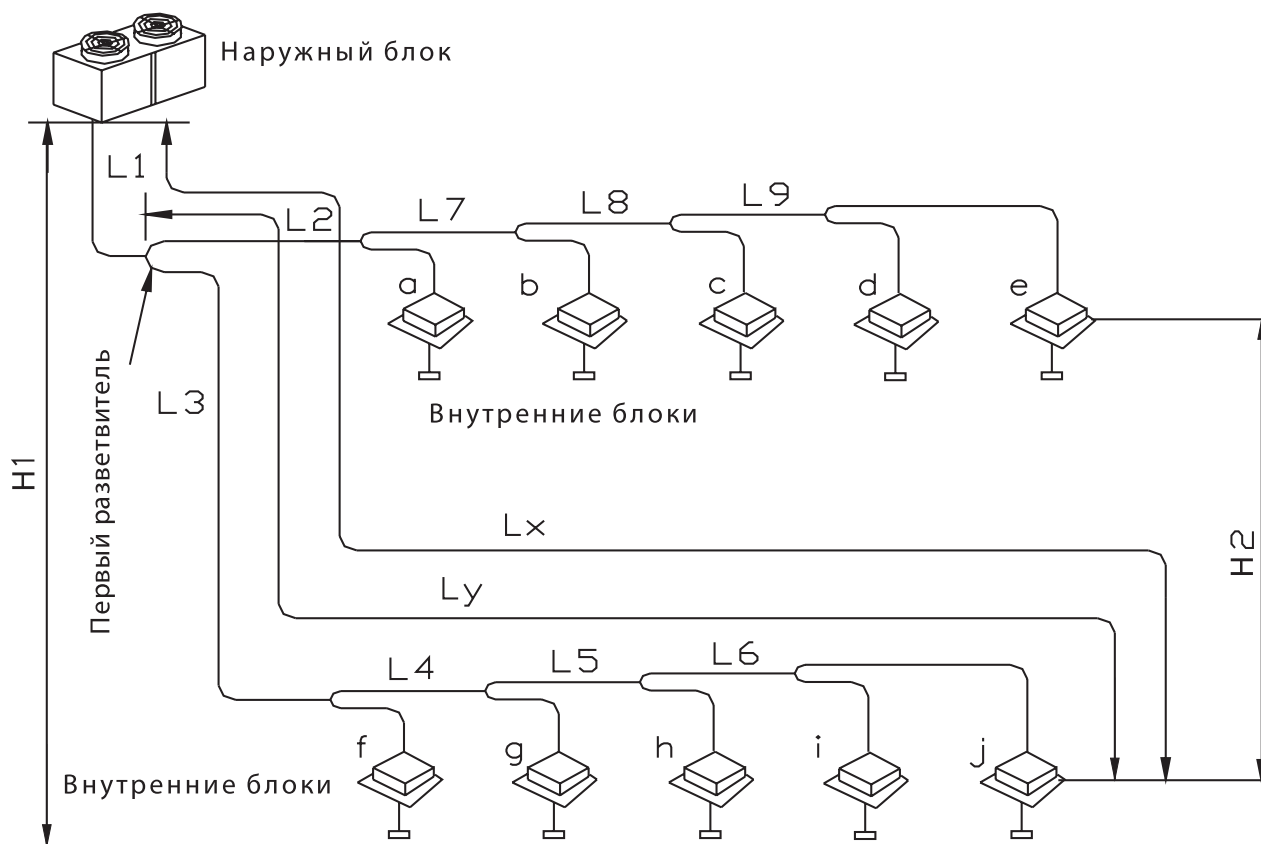

Рис. 6.1
6.1 Схема гидравлической трассы системы приведена на рис. 6.1. Параметры трассы в соответствии с таблицей 6.1.
| Параметр системы   | Значение параметра, м         | См. рис. 6.1                       |